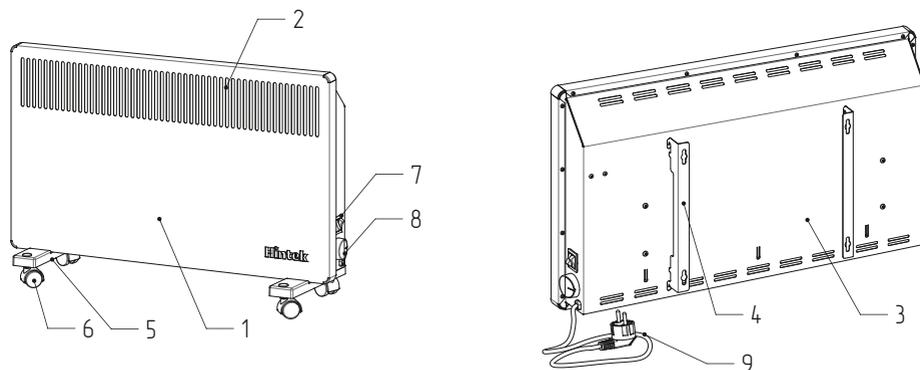

Рисунок 2.
5.1. Конвектор (см. рис. 2, 3, 4) представляет собой металлический корпус, состоящий из передней панели (1) и задней панели (3), внутри которого на шасси расположен электронагревательный элемент (на чертеже не показан). На корпус могут быть установлены настенные кронштейны (4) или колёсные опоры (5), имеющие по 2 поворотных колеса (6). На боковой поверхности корпуса расположены рокерные переключатели с подсветкой (7) и ручка термостата (8).